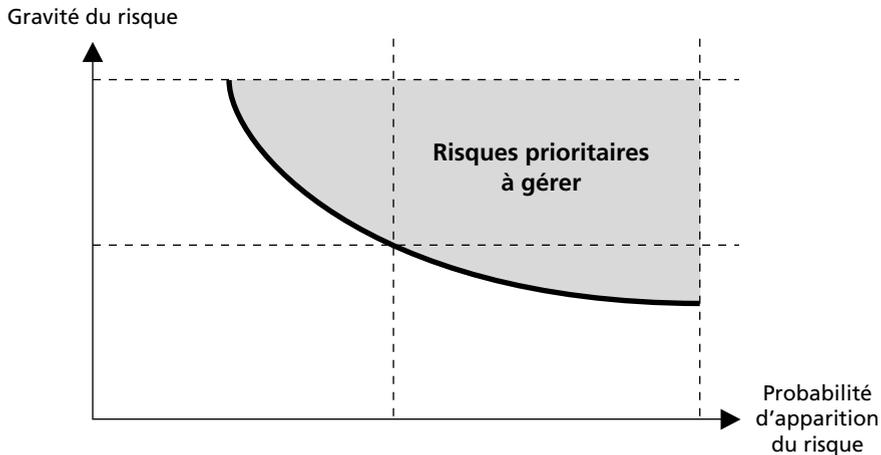

Figure 38 – Graphique de hiérarchisation des risques
- une hiérarchisation des risques (suivant la figure 38) pour identifier les risques prioritaires à gérer ;